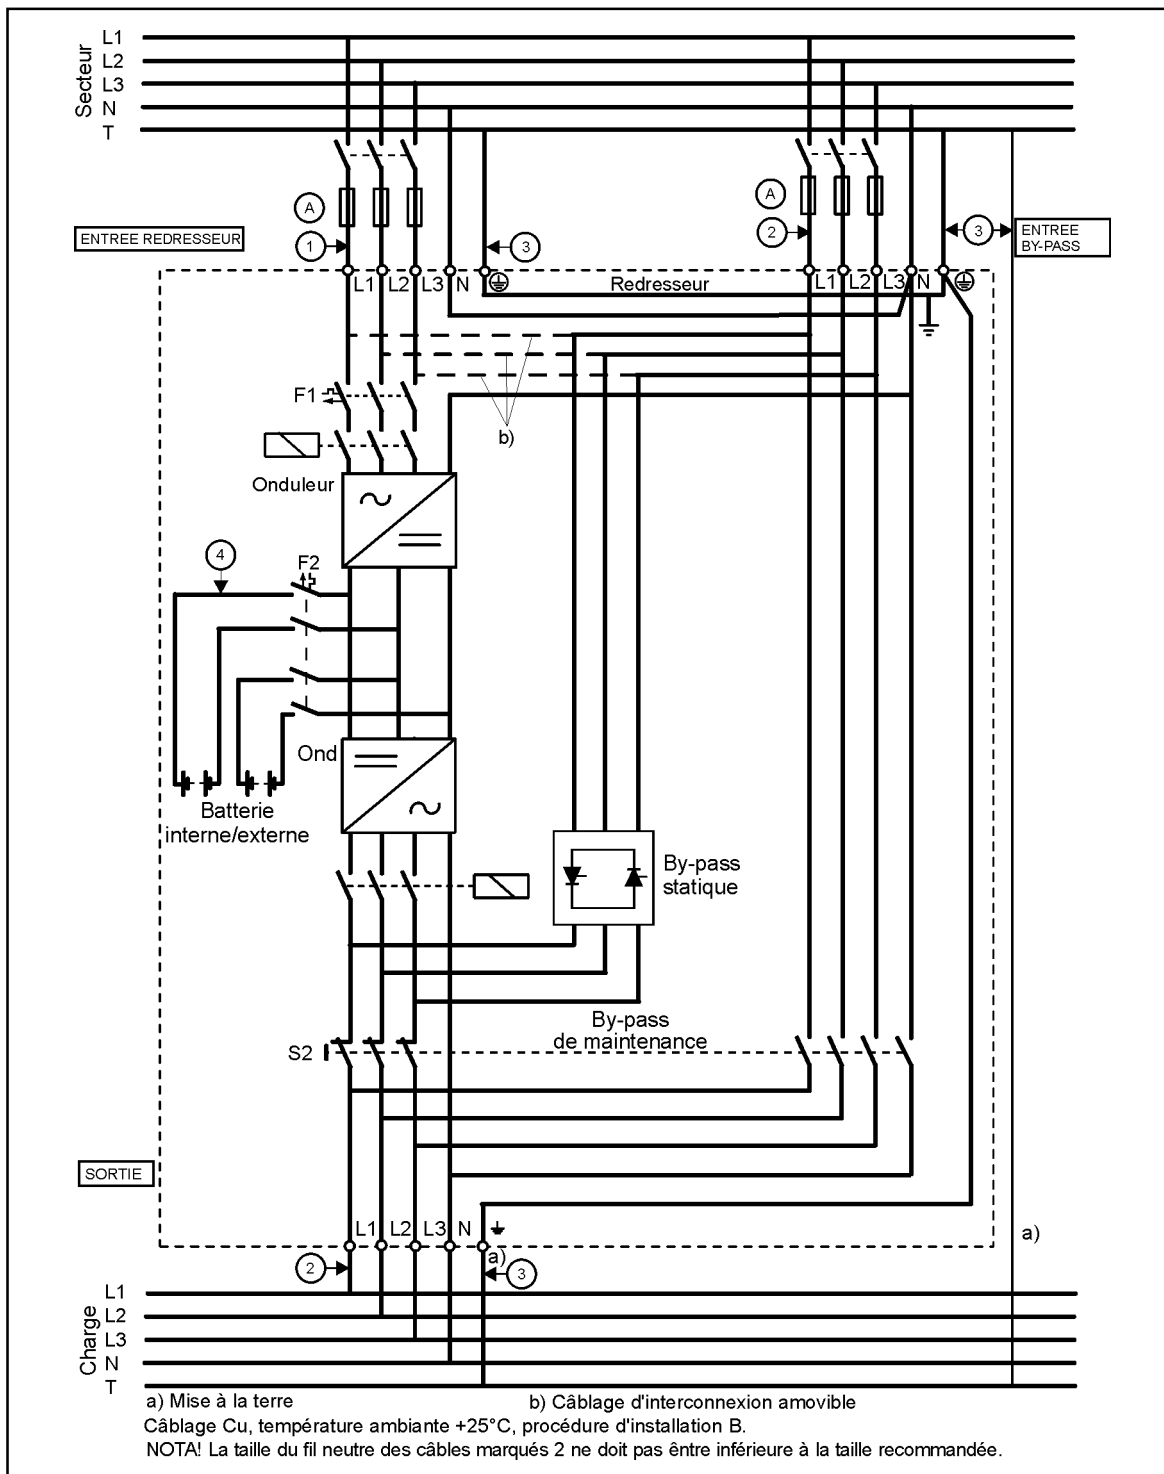
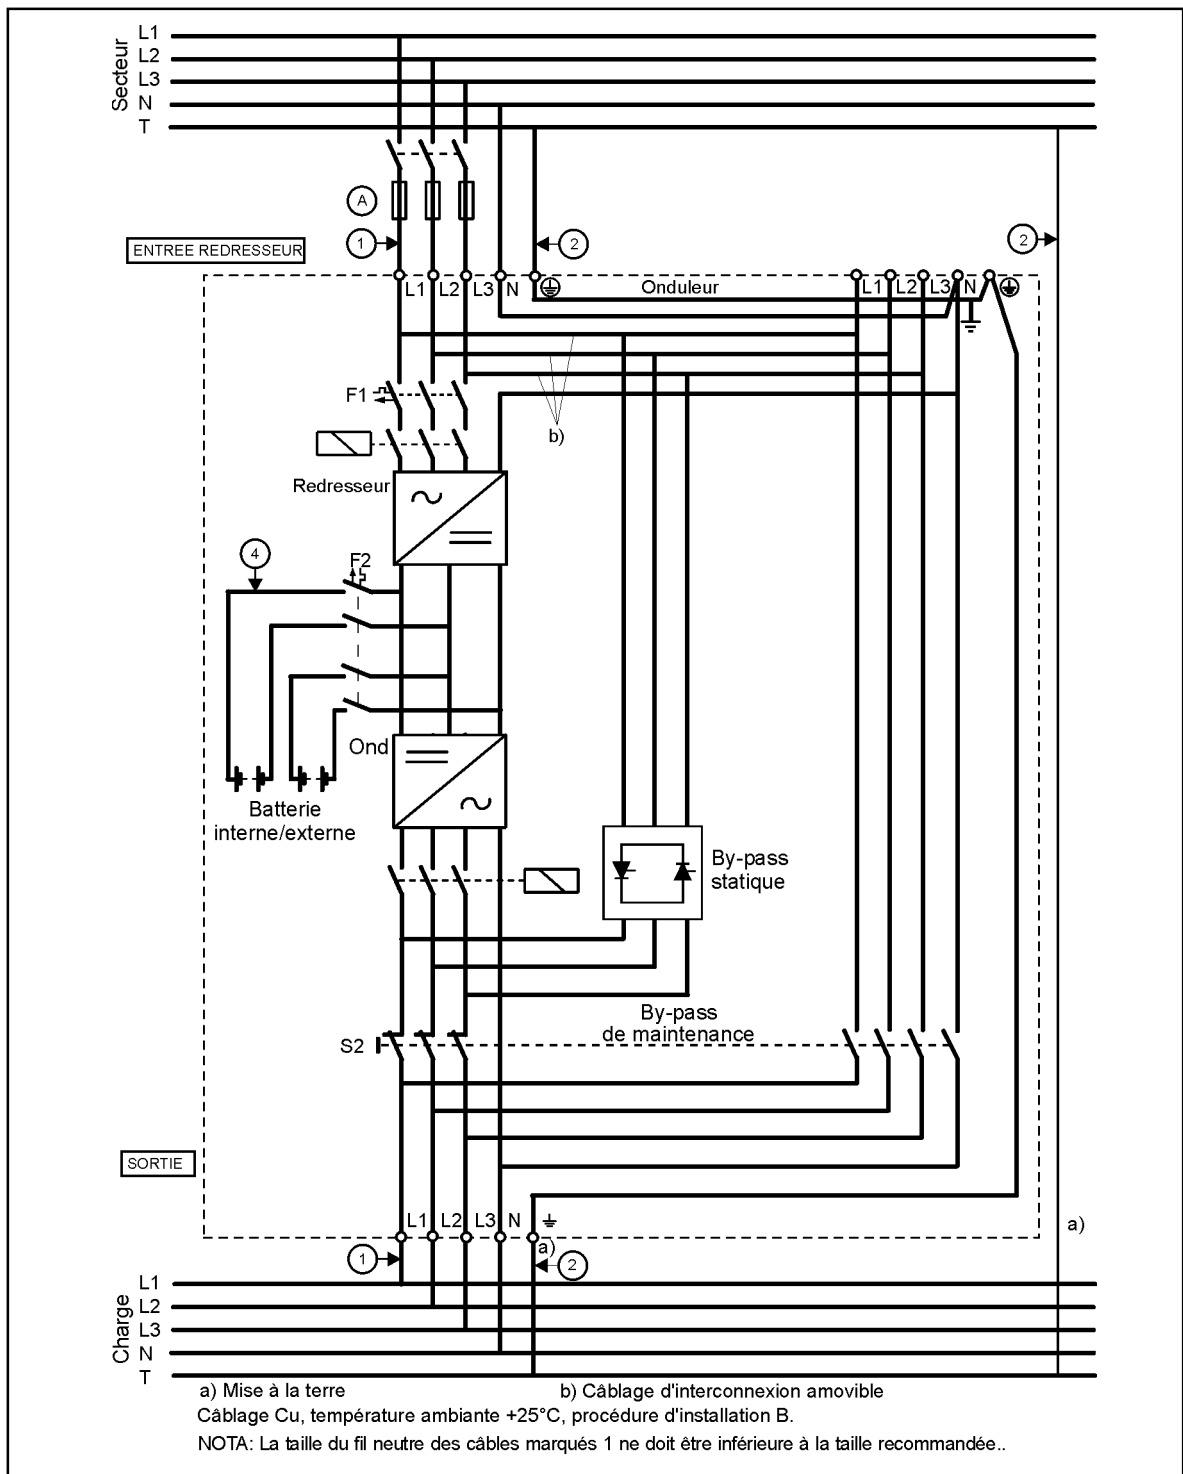

Fig. 5 Installation à cinq fils des ASI de 7,5 à 15 kVA avec entrée à deux câbles.
Fig. 6 Installation à cinq fils des ASI de 7,5 à 15 kVA avec entrée à un seul câble.
1. Vérifier que les connexions électriques du site de l'installation ont été effectuées correctement. Vérifier également le type des fusibles ou du disjoncteur et les dimensions des câbles en se rapportant à la Figure 5 ou 6. Le choix est fonction de l'utilisation d'une entrée à deux câbles ou à un seul.
5. Relier l'ASI conformément à la Figure 5 ou à la Figure 6. Le choix est fonction de l'utilisation d'une entrée à deux câbles ou à un seul. Normal/NC modèle.
Tableau 2. Calibre des fusibles et dimensions des câbles pour installations d'ASI 7,5 à 15 kVA à cinq fils avec entrée à deux câbles. Noter que les lettres des fusibles et numéros des câbles se rapportent aux lettres/numéros de la Figure 5.
Tableau 3. Calibre des fusibles et dimensions des câbles pour installations d'ASI 7,5 à 15 kVA à cinq fils avec entrée à un seul câble. Noter que les lettres des fusibles et numéros des câbles se rapportent aux lettres/numéros de la Figure 6.